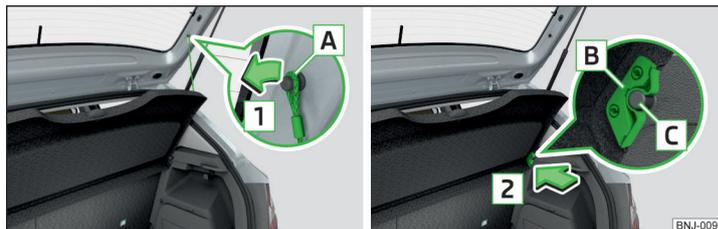

Fig. 95 Retirar a cobertura da bagageira
Se as fitas de retenção **A** » Fig. 95 estão penduradas na tampa da bagageira, então ao abrir a tampa a cobertura da bagageira (a seguir denominado apenas cobertura) é levantada junto.
- Desencaixar nos dois lados da tampa da bagageira as fitas de retenção **A** no sentido da seta **1** » Fig. 95.
- Colocar os encaixes na cobertura **B** sobre os pernos **C** » Fig. 95.
Na área dianteira, as cavidades **B** » Fig. 95 na página 80 têm de encaixar completamente nos pinos do revestimento lateral. Na área traseira, a cobertura tem de ser fixada nos dois lados por baixo dos encaixes.